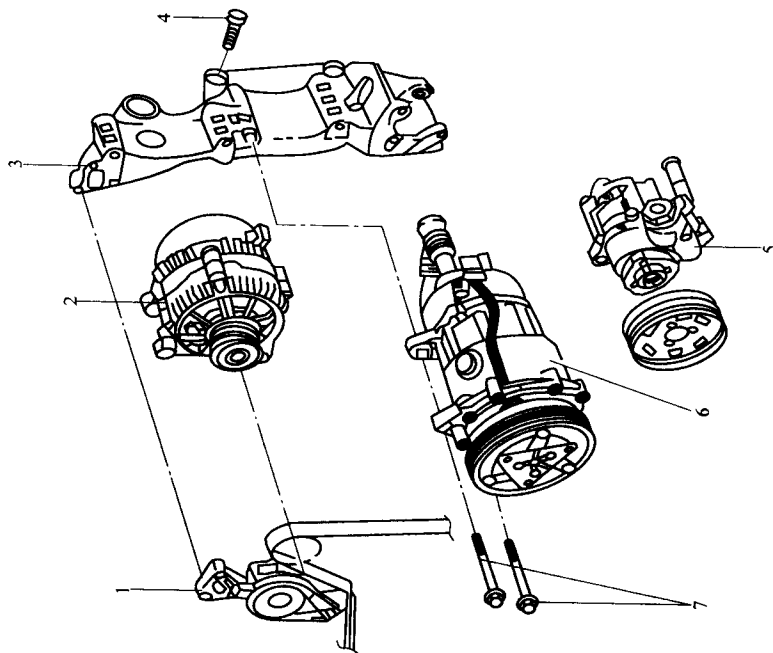

图 2-3 压缩机支架的拆卸
(2) 发动机代码为 AEH、AGN、AKL 和 ALN 时压缩机支架的拆卸（见图 2-3）。